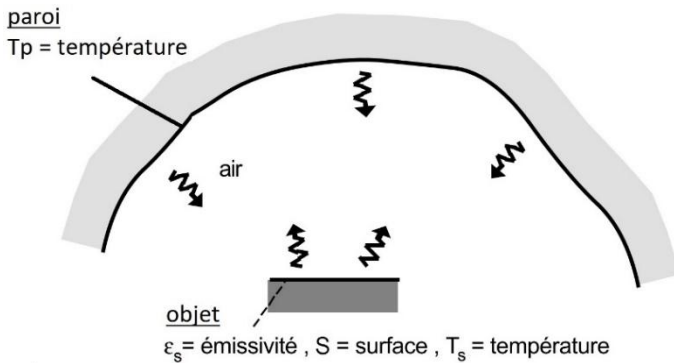

Figure 15. Echange par rayonnement entre un objet et une paroi qui l'entoure
- Considérons le cas d'un **petit objet opaque et convexe, entouré d'une paroi de grandes dimensions** (voir figure 15).